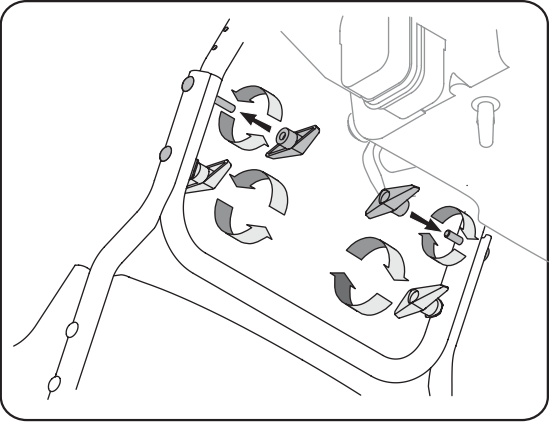

Figure 3-1
- Enlevez les boutons et les boulons ordinaires intérieurs de chaque côté du guidon supérieur. Voir la Figure 3-1.
- Relevez le guidon supérieur jusqu'à ce qu'il s'emboîte sur le guidon inférieur. See Figure 3-1.